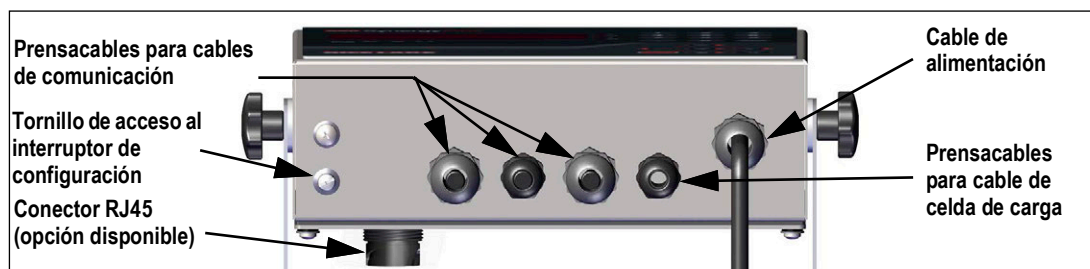

Figura 2-5. Ubicaciones recomendadas para los prensacables
El indicador 680 incorpora 5 prensacables en la base de la carcasa para el cableado al indicador. Uno de los prensacables se utiliza para la fuente de alimentación, mientras que los otros 4 se utilizan para el cable de la celda de carga y las salidas y entradas digitales y seriales, Ethernet, micro USB o cables de comunicaciones de salida analógica opcionales. Se ofrece una versión del indicador 680 con conector de RJ45 externa y capuchón. El juego de piezas incluye conectores de cable, y se deben instalar con prensacables abiertos para evitar ingreso de humedad en la carcasa. Utilice el capuchón fijado para aislar el conector RJ45 opcional cuando no esté en uso. Consulte los apartados a continuación para la instalación de los cables requeridos para la aplicación. El pelado de cable recomendado es de 7 mm (0,25 pulg.) para todos los conectores del indicador 680. Consulte la Figura 2-5 para las ubicaciones recomendadas para los prensacables del indicador 680.
1. Introduzca un cable de alimentación de 3 hilos (no incluido) en la carcasa a través del prensacables del cable de alimentación (Figura 2-5 en la página 11).